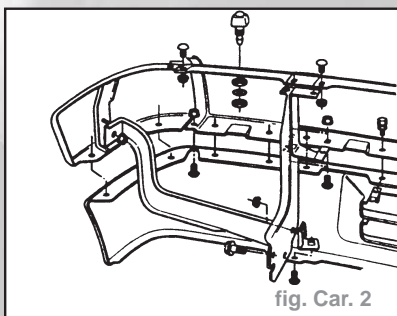

fig. Car. 2
- le spoiler, support et gicleurs de lave-phares du pare-chocs (fig. Car. 2).